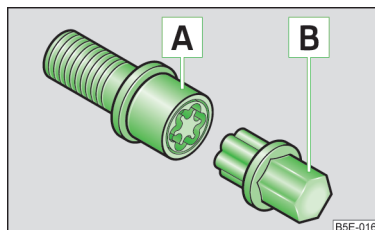

Fig. 182
Les boulons de roues antivol protègent vos roues contre le vol. Ils ne peuvent être serrés ou desserrés qu'uniquement à l'aide de l'adaptateur [B] » fig. 182.
- Enfoncez l'adaptateur [B] » fig. 182 du côté denté jusqu'à la butée dans l'engrenage intérieur de la tête du boulon de roue antivol [A].